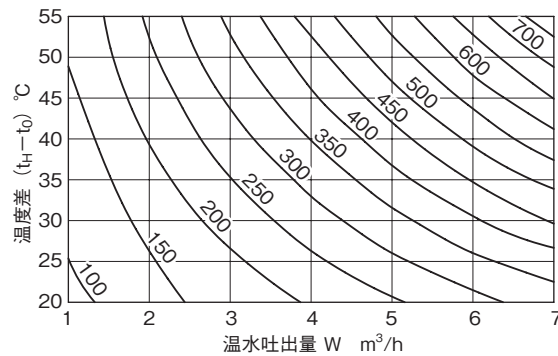

図7 消費蒸気量線図
- 5.3 図7より消費蒸気量を求めて、蒸気量が充分あることを確認してください。
## 6.3 消費蒸気量（図7参照）